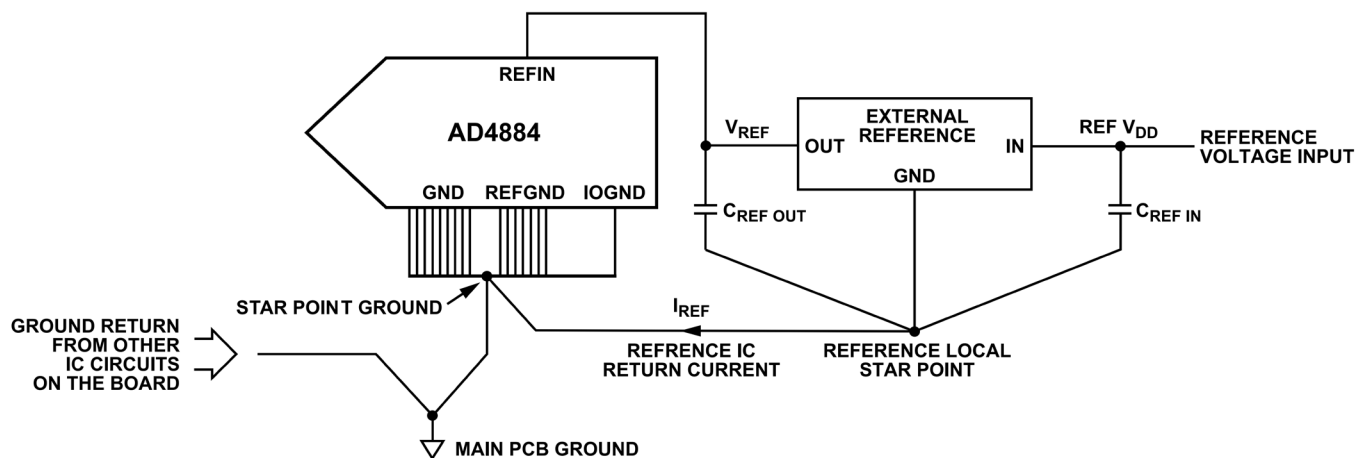

図 144. AD4884 外部リファレンスのグラウンド接続
- ▶ 図 144 に、グラウンド (GND)、リファレンス・グラウンド (REFGND)、およびデジタル・グラウンド (IOGND) の推奨される接続を示します。リファレンス IC の電流帰還経路を、PCB 上の他の回路からの電流帰還ループと同じ電流ループ内に保持しないことを推奨します。図 144 に示すように、リファレンスのローカル・スター・ポイントを PCB の最上層の ADC スター・ポイント・グラウンドに接続します。